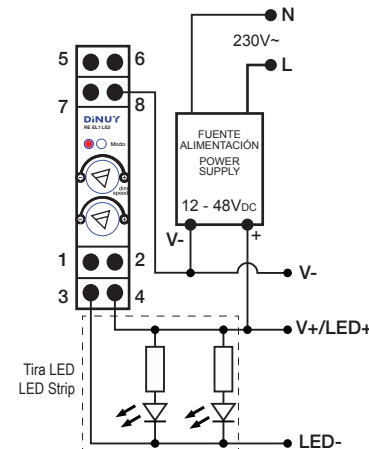

Fig. 1
- Funcionamiento con potenciómetro frontal de regulación (B) (Fig. 1):**
- Operation with Rotary Knob (B) (Fig. 1):**